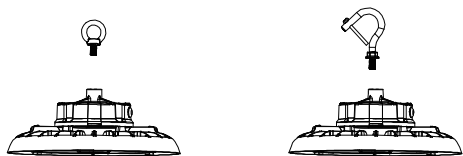

Figure 1
1. Vissez le crochet dans le luminaire. Serrez et fixez-le (Figure 1).